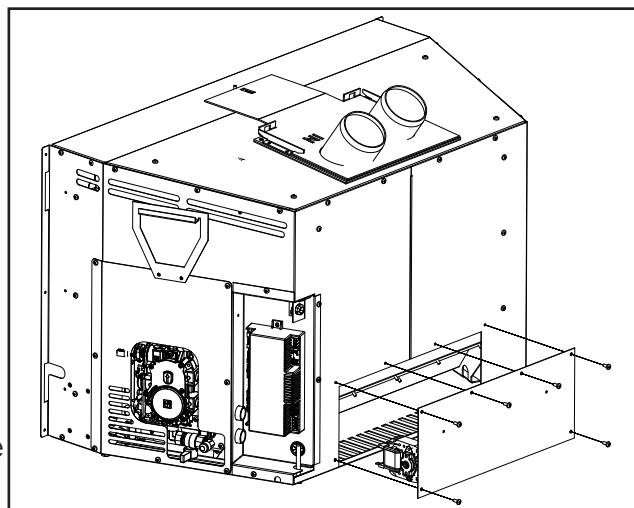

Figure 31: Retrait du ventilateur
2. Retirez les six (6) vis T20 qui fixent l'ensemble du ventilateur à l'arrière de la cheminée (Figure 31).